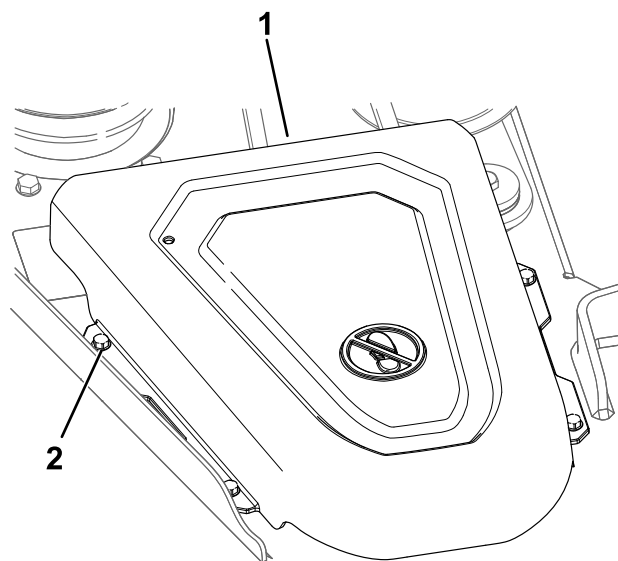

Figura 51
4. En el caso de carcasas de 122 cm, afloje los 4 tornillos de ambas cubiertas de la polea y retire las cubiertas (Figura 51).
- En las carcasas de 91 cm, instale las cubiertas de las poleas (Figura 51).